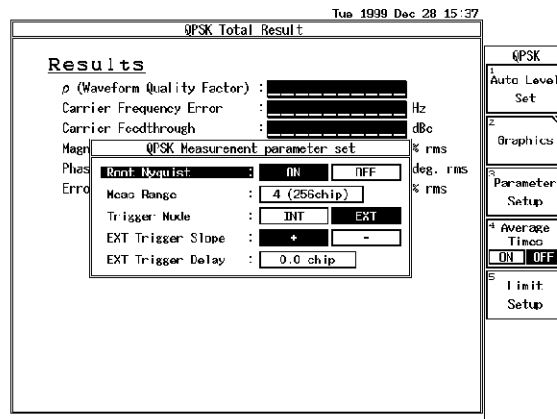

図 6-14 パラメータ設定 IQ 入力 QPSK 測定
3. R3267/73 を IQ 入力、QPSK 測定に設定し、パラメータを図 6-14 のように設定し、**DC CAL** を実行します。